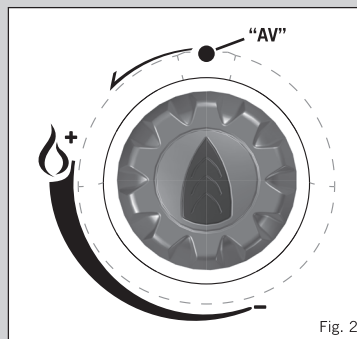

Fig. 2
- Før du kobler til gasstilførselen, bør du først sjekke at apparatets ventil er i av-posisjon ved å vri kontrollknappen med urviserne til den stopper (Se Fig. 2).